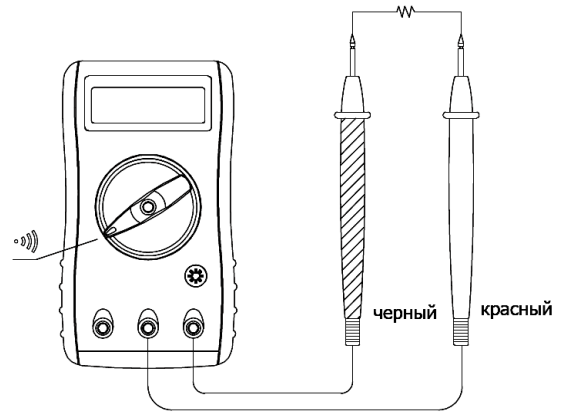

Рис.9
**Н. Проверка непрерывности цепи (рис.9)**